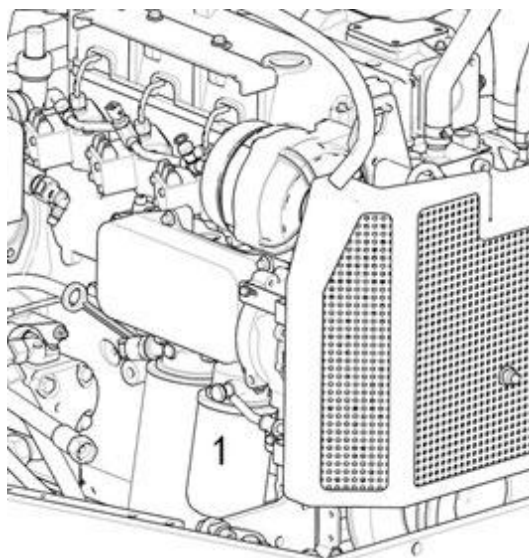

Рис. 3-26 Замена топливного фильтра
2. Замена топливного фильтра тонкой очистки двигателя (Рис. 3-26)